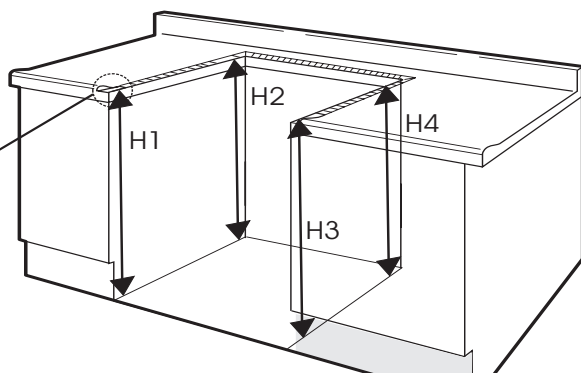

Ilustración 1
**2** Antes de instalar la unidad, mida la altura de los dos (2) lados de los gabinetes (H1-4), frente y parte trasera (vea ilustración 1) del piso a lo alto de la cubierta.